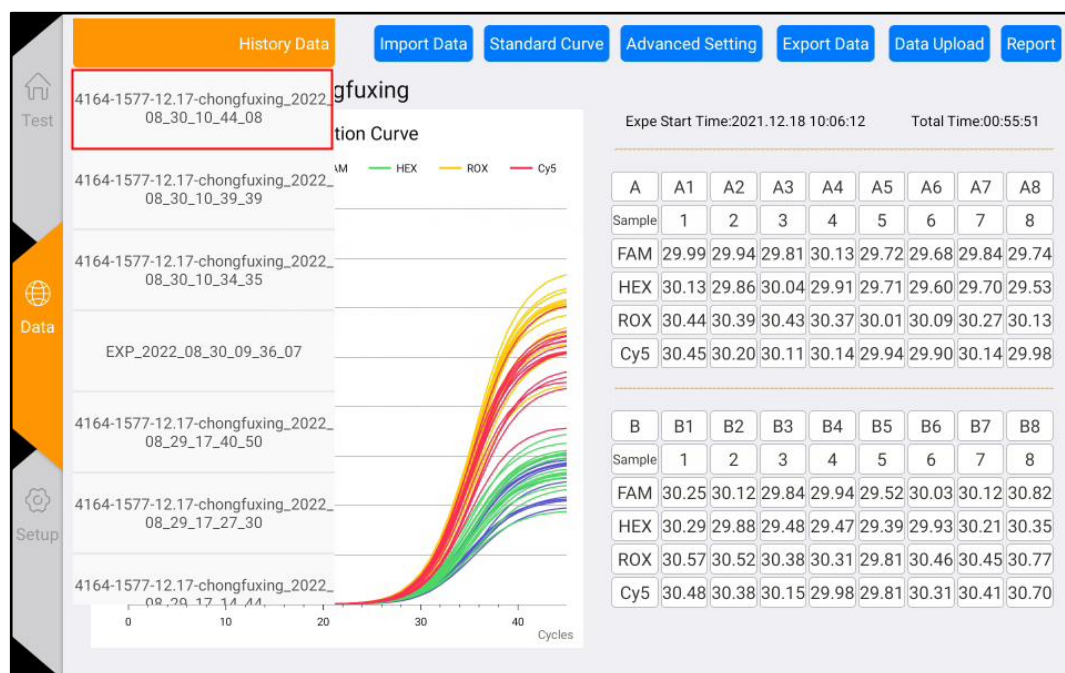

Figure 4-5-2 Liste des dates
- 2) Cliquez sur le bouton "Données historiques" ci-dessus, vous pouvez faire apparaître les résultats des données expérimentales historiques. Sélectionnez l'un des résultats expérimentaux, vous pouvez consulter les données, comme indiqué dans la Figure 4-5-2.